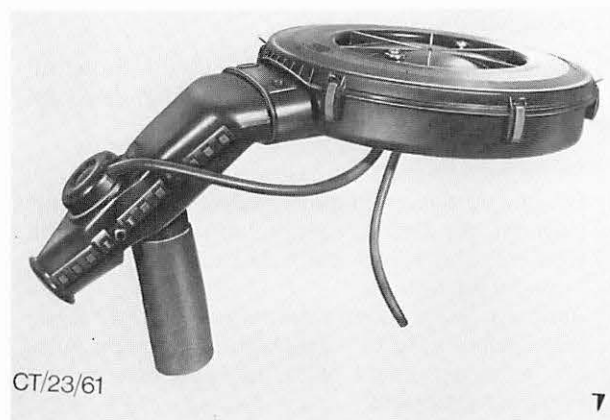

Abb. 30 Ansauggeräuschdämpfer bei 2,0 und 2,3 Ltr. V6-Modellen (temperaturgeregelter Ansauggeräuschdämpfer)
Schrauben (4) entfernen und 2 Haltestützen mit einem Schraubenzieher vom Vergaser abdrücken. Beim temperaturgeregelten Ansauggeräuschdämpfer (siehe Abb. 30) Unterdruckschlauch vom Vergaser abziehen.
2,0 und 2,3 Ltr. (V6-Modelle) Abb. 30